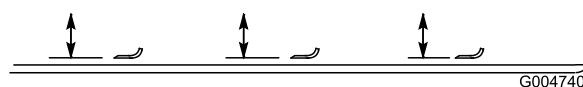

図 98
2. ブレードを手で回して前後方向に向ける（図 98）。カッティングユニットの天井から各ブレードの前端の切っ先までの距離を測る。この距離を記録する。